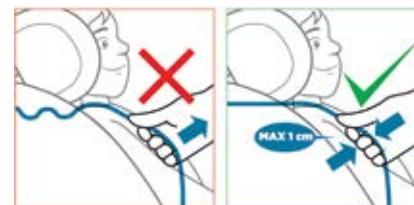

Fig. 7
- Serrez ensuite les sangles A et B (Fig. 6) pour fixer la ceinture à 5 points. Assurez-vous qu'il n'y a pas plus de 1 cm de jeu entre votre enfant et les sangles d'épaules (Fig. 7).